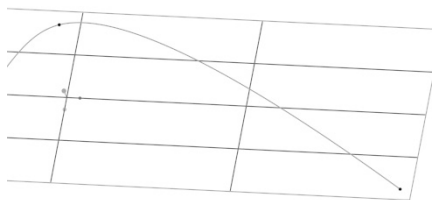

图 7-94 自由点
① **自由点**: 没有任何约束可以自由调整位置的点, 以实心点  来表示, 如图 7-94 所示。